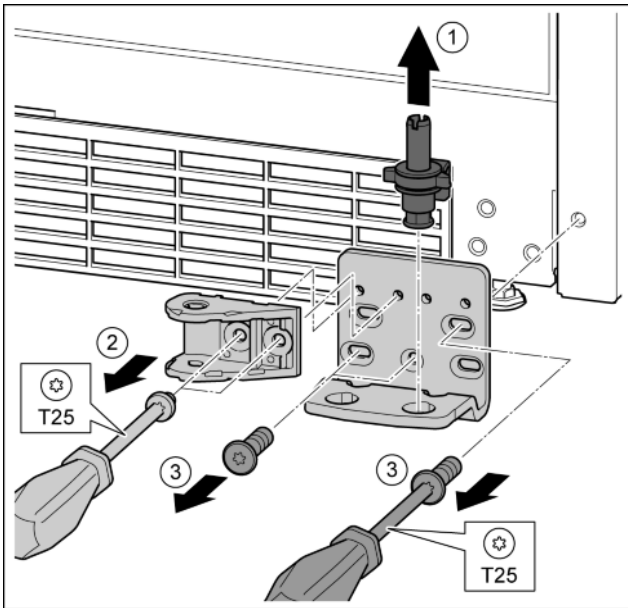

Fig. 29
- ▶ Опорный палец полностью извлечь движением вверх. Fig. 29 (1)
- ▶ Открутить винты отверткой T25 и снять опорный кронштейн. Fig. 29 (2)
- ▶ Открутить винты отверткой T25 и снять опорный кронштейн. Fig. 29 (3)